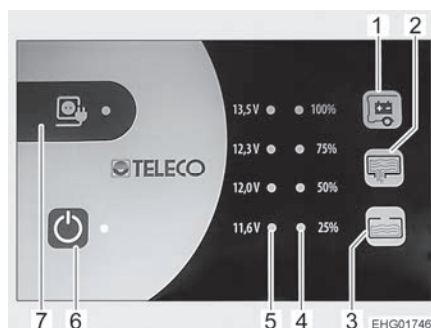

Bild 154 Panel (TP 310)
Den gula lysdioden lyser vid symbolen nätanslutning "⚡" (Bild 154,7) när fordonet är anslutet till en extern nätanslutning. Lysdioden lyser då också med avstängd panel.
- ▷ Av säkerhetsskäl kan huvudbrytare 12 V (Bild 154,6) inte slås på när fordonsmotorn är igång, för att förhindra att panelen används under körning.
Med huvudbrytaren 12 V (Bild 154,6) kopplas panelen och bodelens 12 V-försörjning till eller från.
- Tryck på knappen "⏻" (Bild 154,6): 12 V-försörjningen för bodelen är påslagen. Lysdioden lyser grönt.
- Tryck på knappen "⏻" (Bild 154,6) på nytt: 12 V-försörjningen för bodelen är avstängd. Lysdioden släcks.
Lysdiodskalan (Bild 154,5) visar batterispänningen för bodelsbatteriet enligt följande:
- Tryck ner knapp "⏻" (Bild 154,1): Bodelsbatteriets spänning visas.
Lysdiodskalan (Bild 154,4) visar fyllnivån i färskvattentanken eller avloppstanken.
**Visa nivå:** Tryck ner knapp "F" (Bild 154,2): Färskvattentankens fyllnadsnivå visas med hjälp av lysdiod.
Tryck ner knapp "A" (Bild 154,3): Avloppstankens fyllnadsnivå visas med hjälp av lysdiod.